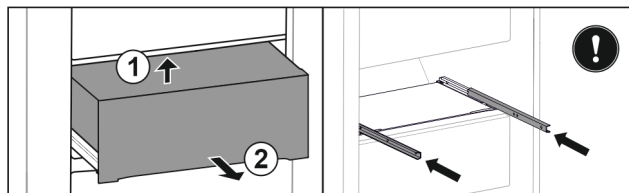

Fig. 148
- ▶ Tõstke sahtlit taga altpoolt üles. Fig. 148 (1)
- ▶ Võtke sahtel ettepoole välja. Fig. 148 (2)